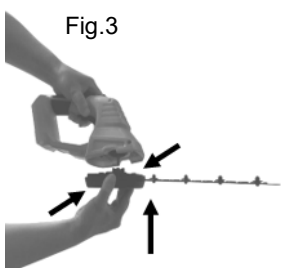

Fig. 3
3. Appuyez à nouveau sur les boutons de déverrouillage de la lame des deux côtés (Fig. 3) et appuyez simultanément sur la lame dans le support. L'unité d'entraînement de l'équipement est maintenant connectée à la lame.